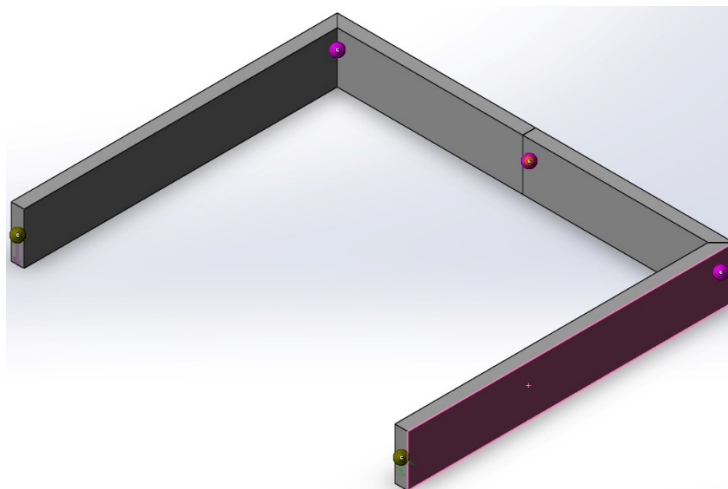

Рис. 4.77
- в якості  *Грань, Кромка, Плоскость, Оси* для направлення вибираємо грань моделі, як показано на рис. 4.77;